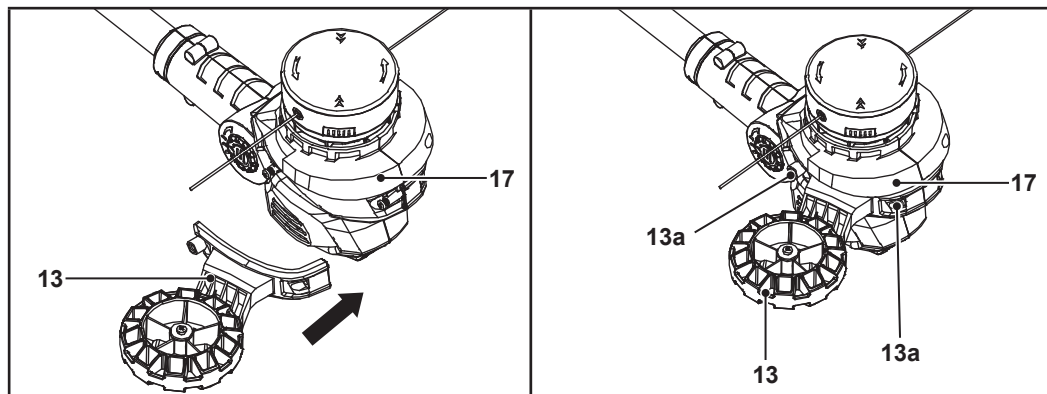

Fig. 3
1. Prinde accesoriul pentru margini (13) pe capul de tăiere (17) (fig. 3).
2. Fixează accesoriul pentru margini (13) cu cele 2 șuruburi și cele 2 șaibe (13a) (fig. 3).